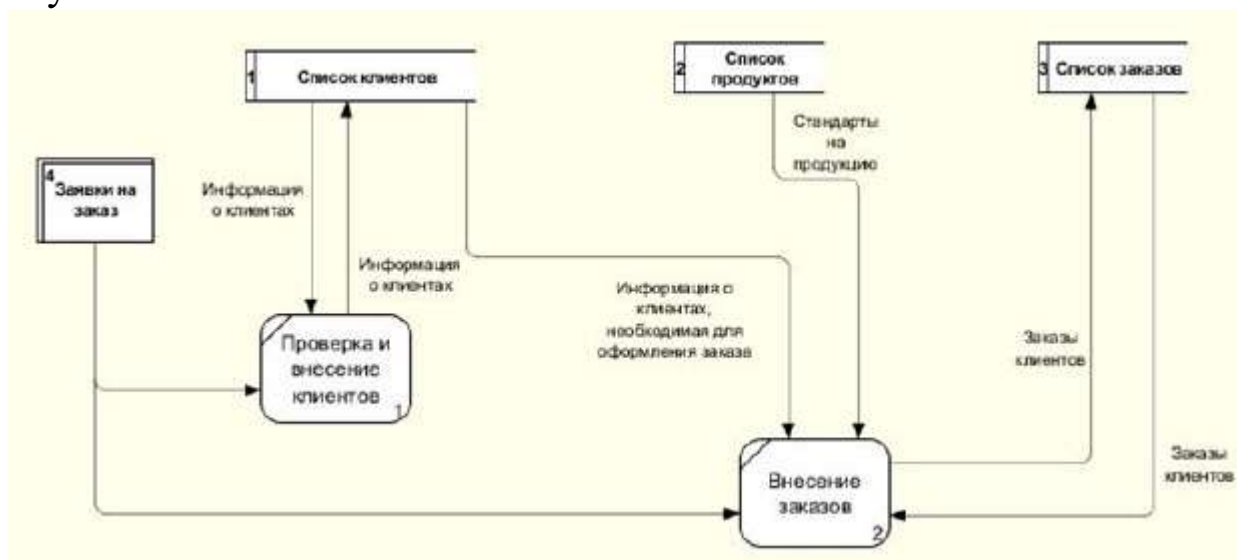

Рис. 10. DFD-диаграмма декомпозиции процесса оформления заказа
5. Сверьте построенную Вами модель с моделью на рисунке (см. рис. 10) и объясните полученное несоответствие в случае его наличия.